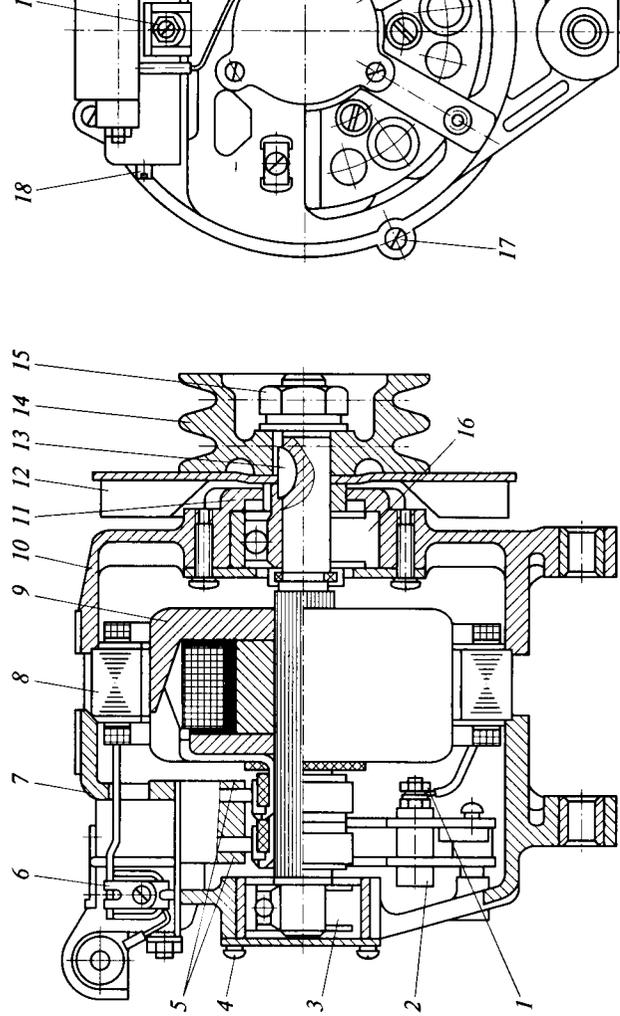

Рис. 1.23. Генераторная установка Г237-В:
5. Изучить *устройство генераторной установки Г237-В*, используя наряду с учебными пособиями данные рис. 1.23.